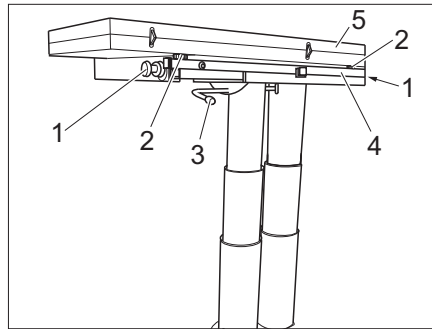

Fig. 111 Agrandar mesa
- Aflojar tornillos moleteados (Fig. 111,1) a ambos lados.
- Girar la palanca de bloqueo (Fig. 111,3) hacia la izquierda. La mesa elevadora está desbloqueada.
- Sacar la estructura inferior de la mesa (Fig. 111,4).
- Desplegar mitad de la mesa (Fig. 111,5).
- Ajustar la altura deseada del tablero de mesa con los dos tornillos (Fig. 111,2).
- Girar la palanca de bloqueo (Fig. 111,3) hacia la derecha. La mesa elevadora está bloqueada.
- Soltar la palanca de bloqueo (Fig. 111,3).
- Plegar la mitad de la mesa (Fig. 111,5).
- Atornillar dos tornillos de fijación (Fig. 111,2).
- Insertar la estructura inferior de la mesa (Fig. 111,4).
- Fijar tornillos moleteados (Fig. 111,1) a ambos lados.
- Girar la palanca de bloqueo (Fig. 111,3) hacia la izquierda. El bloqueo está abierto.
- En caso necesario atornillar los tornillos de fijación (Fig. 111,2).